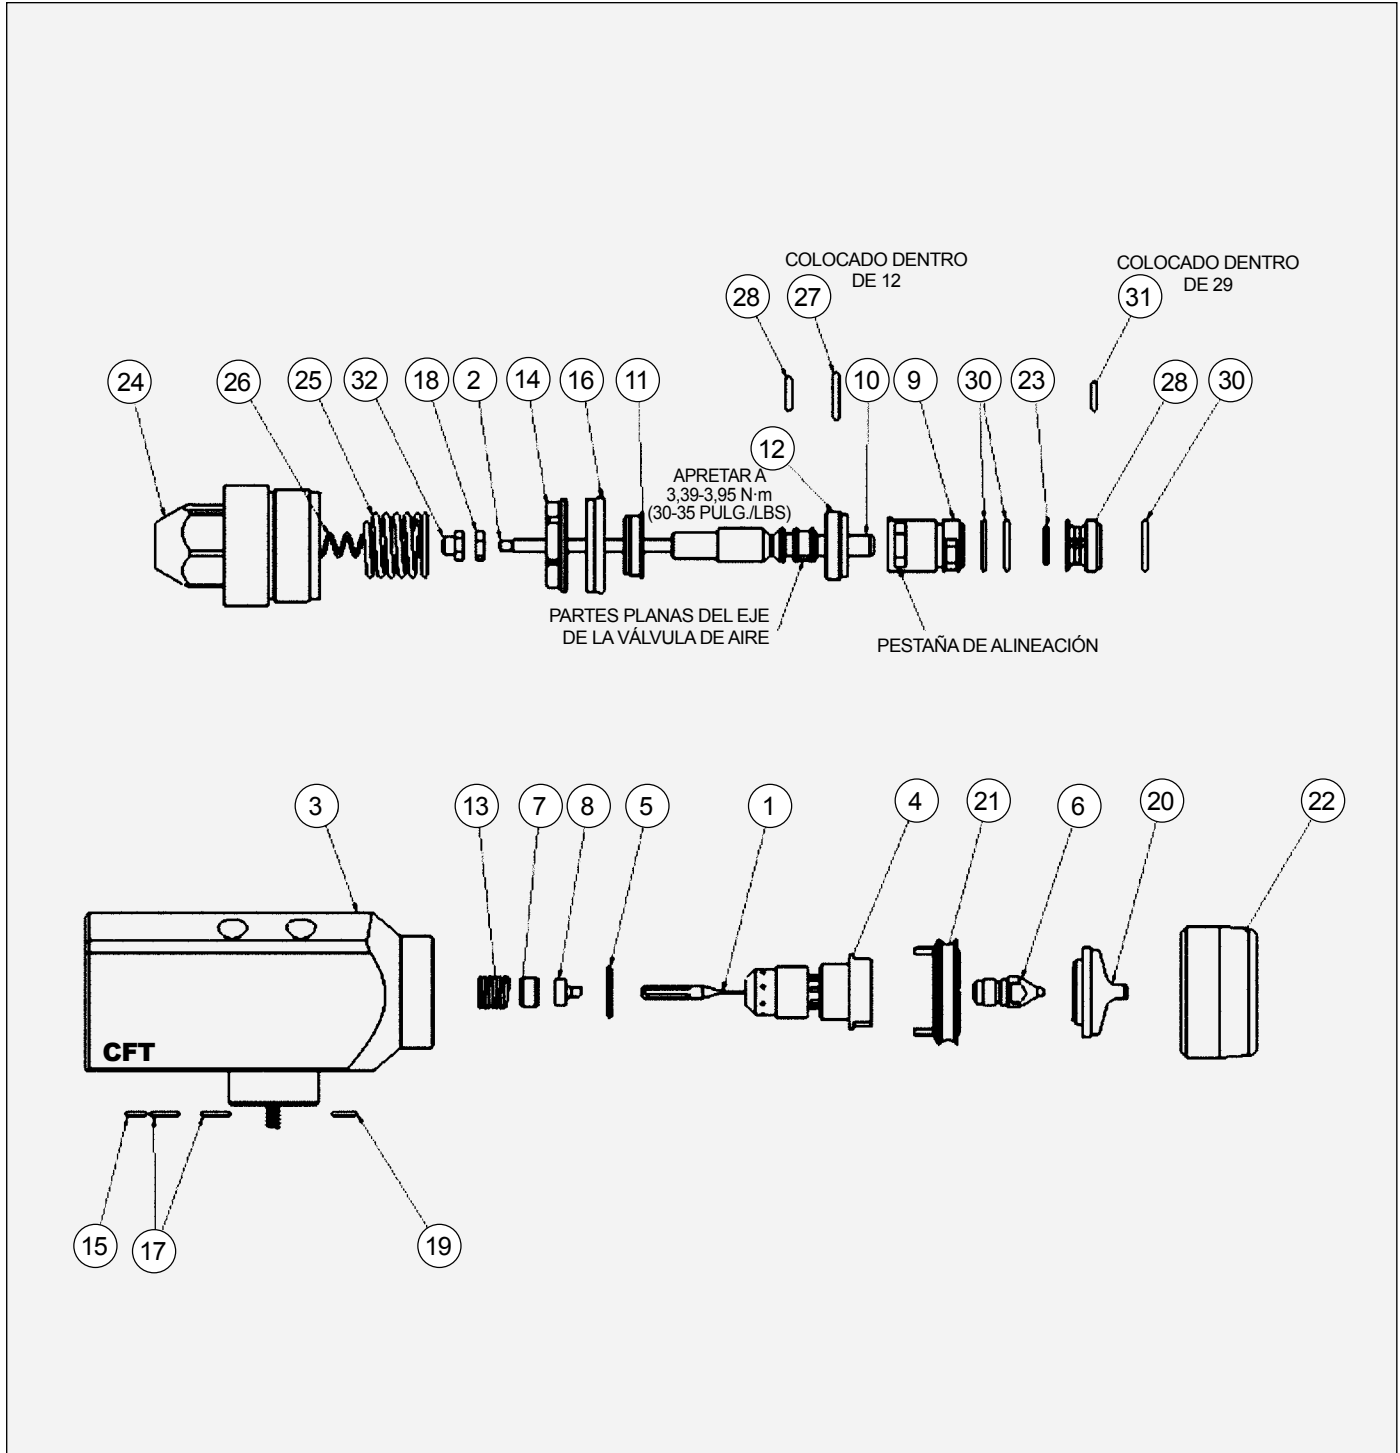

Figura 26: 80432-XX Conjunto del cabezal de pulverización
**80432 SUBCONJUNTO DEL CABEZAL - LISTA DE PIEZAS (Figura 26)**